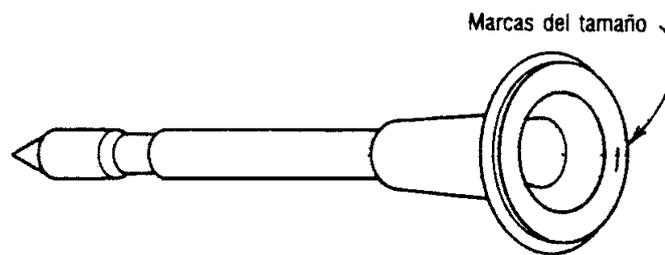

FIGURA 3.4 IDENTIFICACIÓN DE LOS INYECTORES DE PESTAÑA PT Y PTB
4. Los émbolos y cuerpos de los inyectores PT, PTB y PTC, son reconstruidos y acoplados en forma rutinaria. Es necesario que se mantengan juntos, ya que forman un conjunto acoplado. Este número representa el número de sobretamaño del émbolo y deberá corresponder con el cuerpo. Por ejemplo, si un émbolo tiene un núm. 1 estampado sobre el mismo (figura 3.4), el cuerpo sobre el que vaya instalado deberá ser también número 1. No intercambie cuerpos y émbolos sin respetar los tamaños.